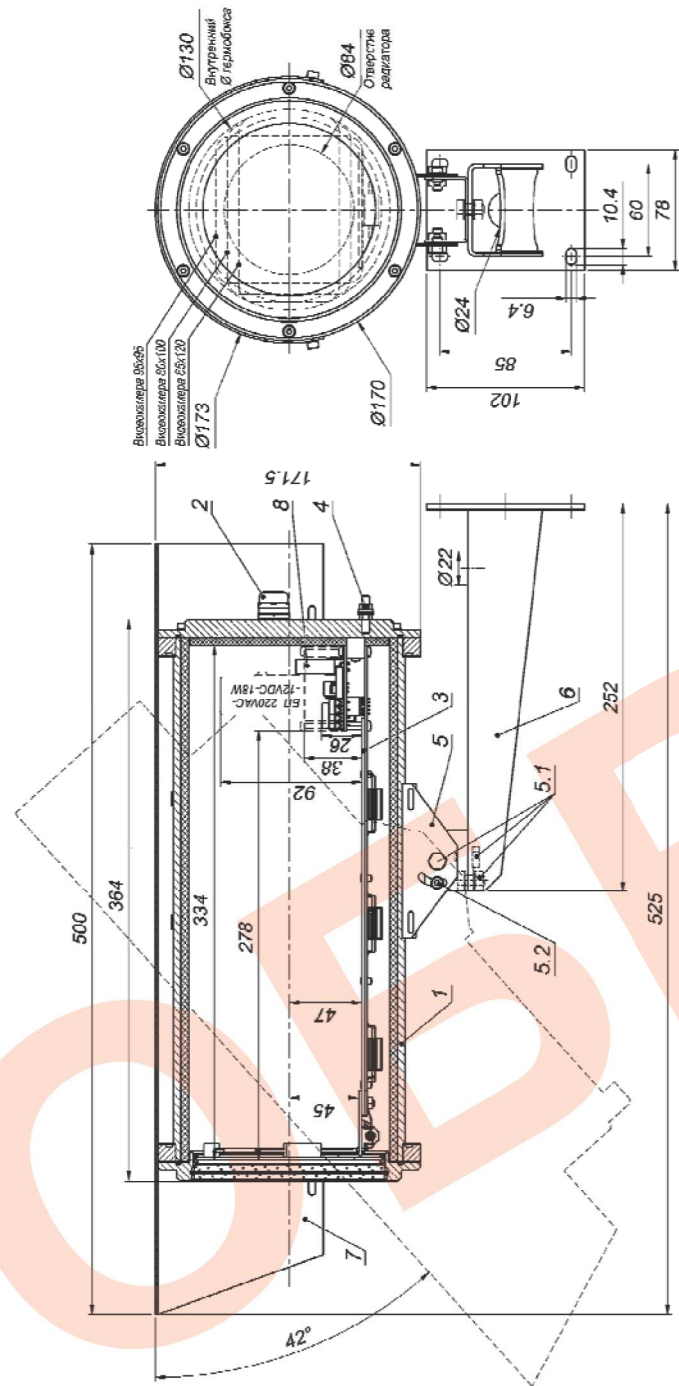

Рис.1 Состав и габаритно-установочные размеры ТГБ-11
В состав изделия входят (см. рис.1):
2. Выдвинуть модуль видеокамеры (поз.3 рис.1) из кожуха.
8. Ослабив болты и винты фиксации шарнира (поз.5.1, 5.2, 5.3 рис.1), направить гермовокс на нужное направление обзора, после чего надежно зафиксировать шарнир затянув выше перечисленные болты и винты.
9. Заземлить гермовокс с помощью болта заземления (поз.4 рис.1).